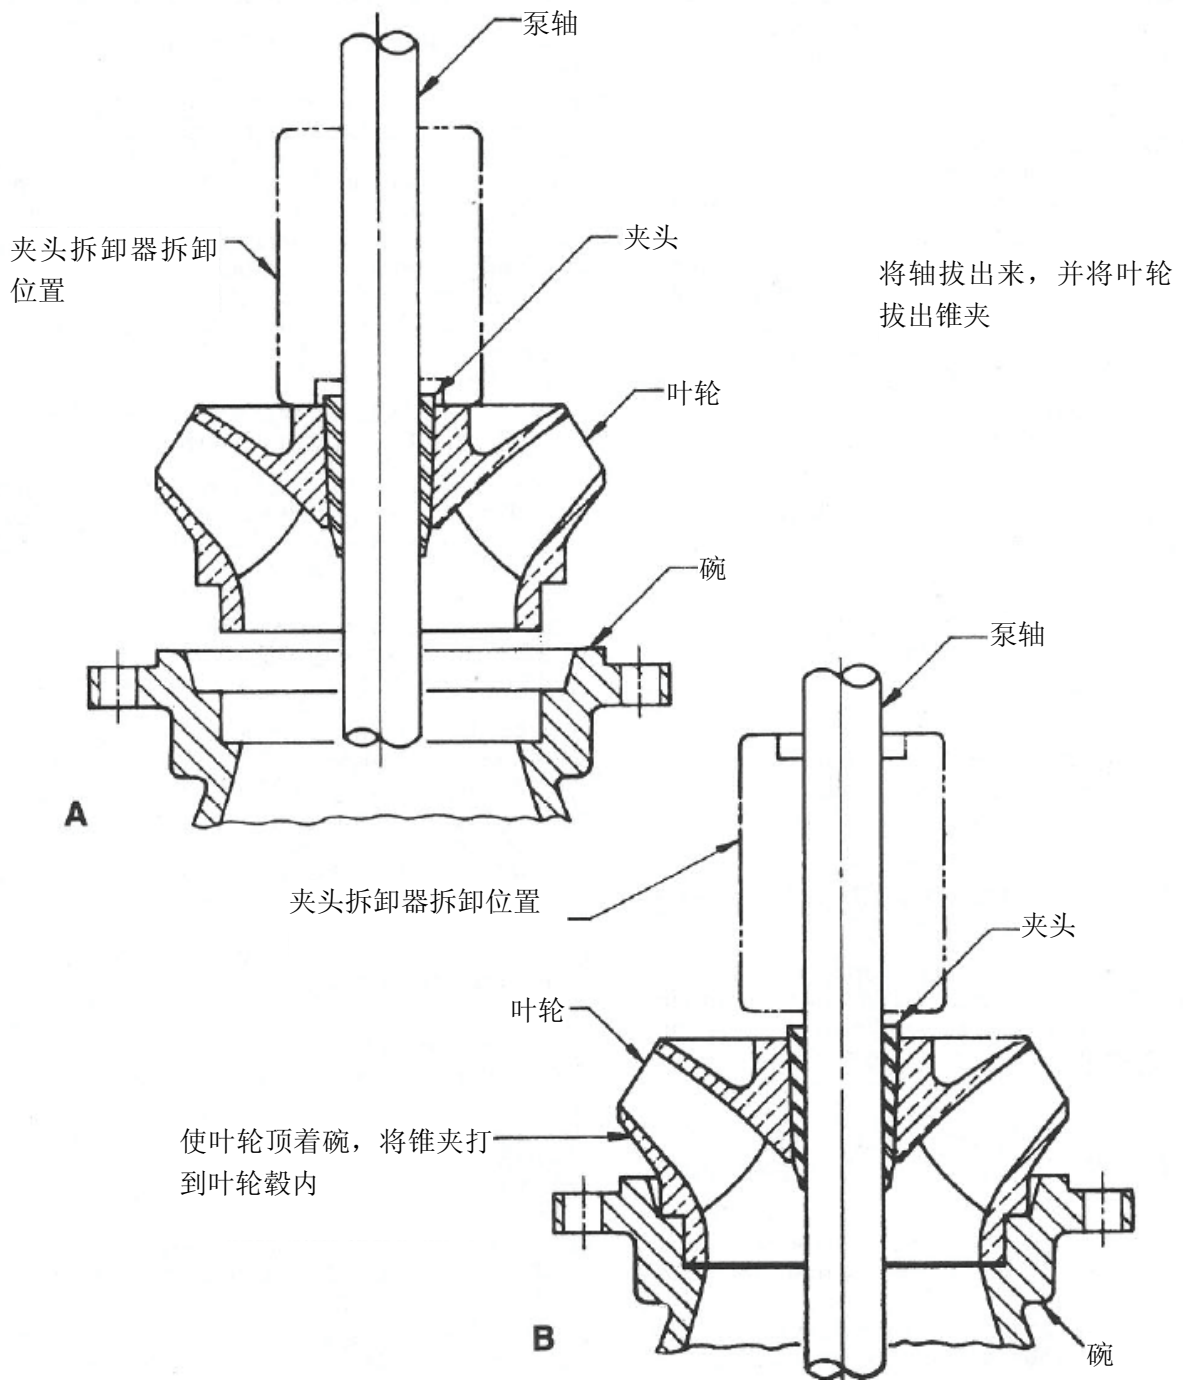

图 6-1 夹头装卸器
- C. 尽可能拔出轴，用夹头装拆器或类似工具打击叶轮轮毂，使叶轮沿着泵轴滑脱锥形夹头。（见图 6-1.A.）